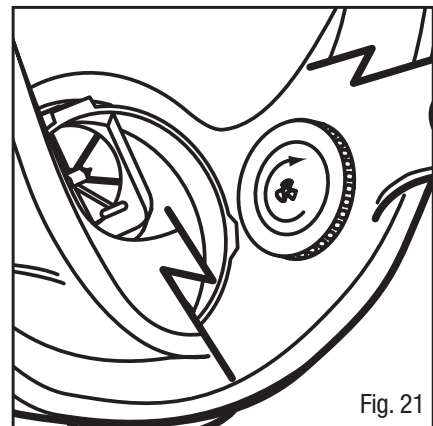

Fig. 21
2. Installer les nouvelles soupapes sur les supports. S'assurer que les soupapes sont bien engagées sous les trois pattes du support, qu'elles sont à plat et qu'elles tournent librement sur leur support (Fig. 21).